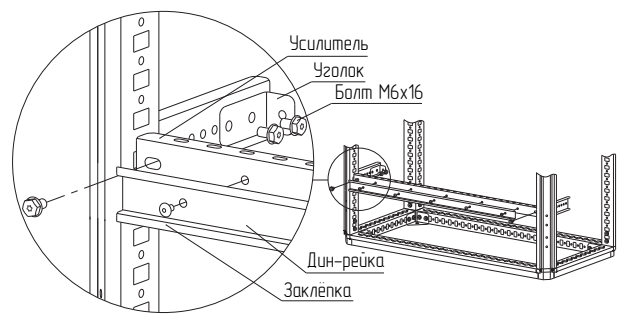

Рисунок 45
4.24.3 Установите на нужную глубину уголки на кронштейны, закрепите болтами М6×16 момент затяжки – 7 Н·м. (рисунок 45) Закрепите усилитель на уголки болтами М6×16 момент затяжки – 7 Н·м. Закрепите дин рейку на усилителе заклёпками вытяжными 4.8 мм.